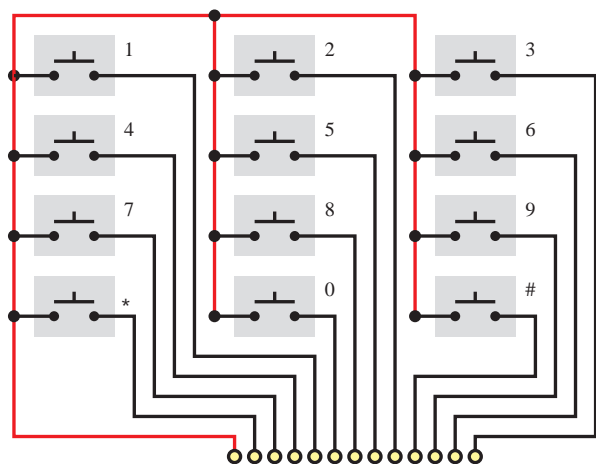

图 4-82 实验 20 所需的小键盘要求有一个公共端子连接到 12 个按钮中每一个的一侧。图中从公共端子引出的导线被绘成红色，为的是更加容易辨识
- ❑ 数字小键盘。如同本章开头的购物清单中所指定的那样，它必须有一个“公共端”或者说“共输出”。图 4-82 的电路原理图表达了我的意思。在键盘的内部，有一根导线（我特意将其绘制成红色以便同另一根相区别）将各个按钮的一侧全部连接在一起。这根导线对于所有这些按钮来讲是“共用的”。该导线是从小键盘底部的一组引脚（我特意用黄色将它们标出）中最边上的一个连接头开始的。